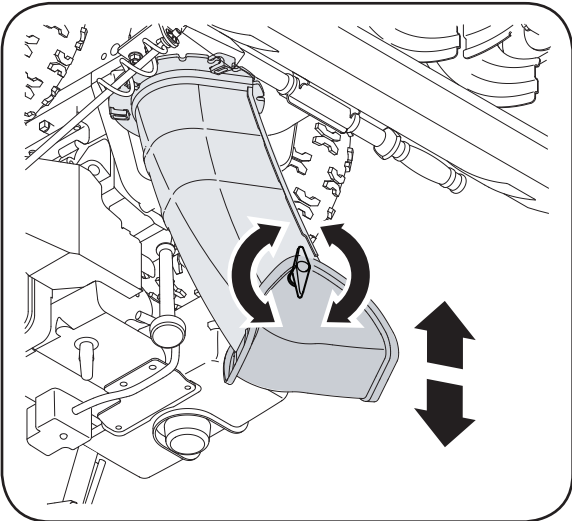

Figure 5-5
2. Faites pivoter la goulotte à la position voulue et resserrez le bouton. Voir la Figure 5-5.